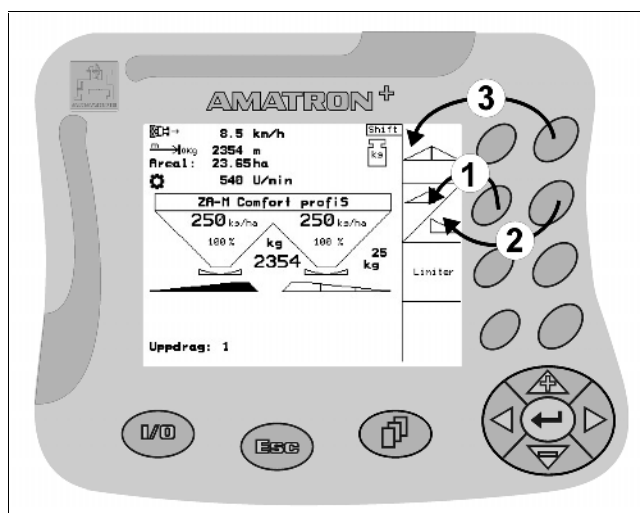

Fig. 8
- den övre, högra funktionen styrs via den högra övre knappen (Fig. 8/2).